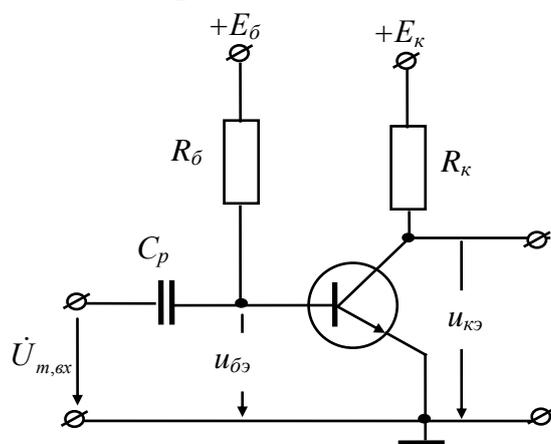

Рис.2.1
Простейшая схема усилительного каскада на биполярном транзисторе с ОЭ представлена на рис.2.1
1.Собрать схему усилителя (рис.2.1), используя блоки 01,05 СЛАУ. Питание цепи коллектора осуществляется от источника постоянного напряжения +6,3 В, питание цепи базы - от источника регулируемого напряжения (-6V... +6V).